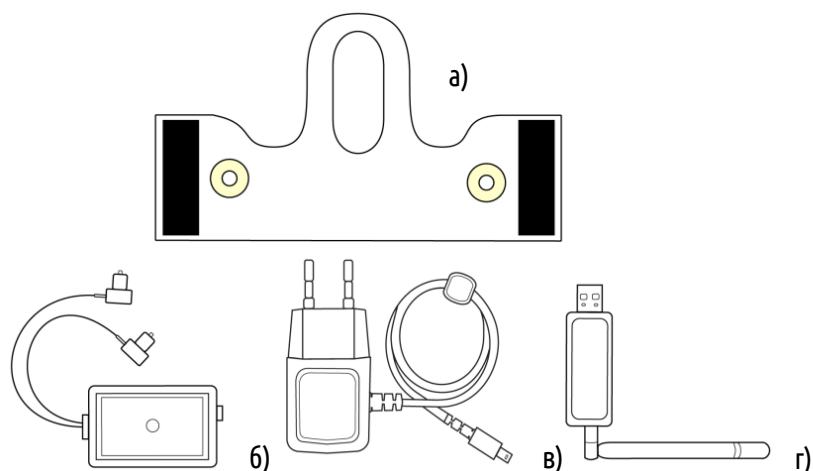

Рисунок 3. Комплект поставки
1. Жакет для грызуна (2 шт.) (рис. 3 а)
2. Устройство «Физиобелт» в сборе с датчиками (рис. 3 б)
3. Зарядное устройство (рис. 3 в)
4. Приемо-передатчик (рис. 3 г)